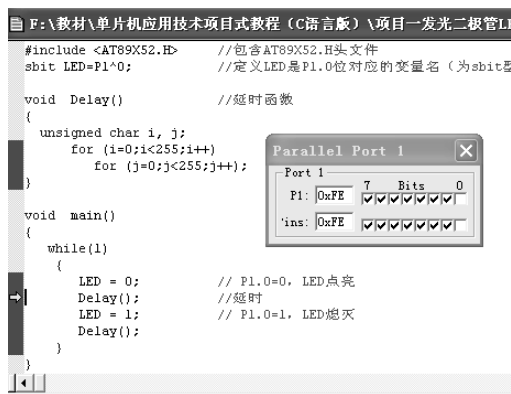

图 1-22 调试窗口
(1) 建立工程文件，选择单片机。工程文件名为“LED闪烁”，选择单片机型号为Atmel的AT89S52。
(2) 建立源文件，加载源文件。源文件名为“LED闪烁.c”。
(3) 设置工程的配置参数。“目标”标签页的晶振频率栏设为12MHz，“输出”标签页的生成HEX文件选择框选中。
(4) 进行编译和连接。
(5) 进入调试模式，打开P1口对话框。在调试模式中，单击“外围设备”→I/O-Ports→Port 1，打开P1口对话框。
(6) 全速运行程序。单击“调试”→“运行到”命令或单击调试工具栏的“运行”按钮，通过P1口对话框观察P1.0引脚的电平变化状态，以间接分析LED闪烁规律，是否与设计相符。调试窗口如图1-22所示。